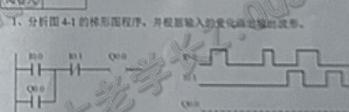

图 4-1
1. 分析图 4-1 的梯形图程序, 并根据输入 I 变化画出输出 Q 的波形。